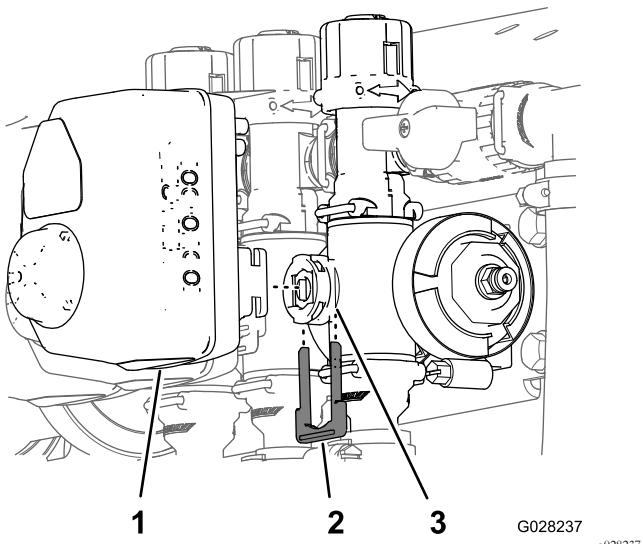

Figura 133
- Retire o retentor que fixa o acionador à válvula do coletor para a válvula de controlo de aplicação, agitação, rampa principal ou secção da rampa (Figura 133).